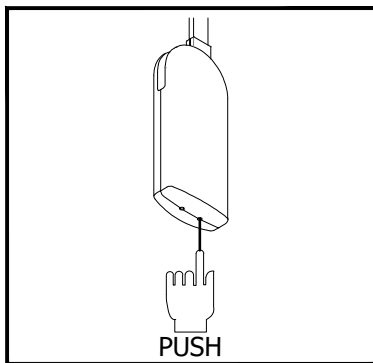

Fig. 22
- 1 - Pulsar la tecla de programación (Fig. 22) durante 5 segundos, al soltar se escuchará un doble "BIP"
Si se desean eliminar todos los mandos a distancia, se debe mantener pulsada la tecla de programación (Fig.22) durante 10 segundos. Al soltar el botón, tres “BIP” consecutivos indican que todos los mandos a distancia sincronizados han sido eliminados. De hecho, es posible resintonizar el/los mando/s a distancia deseado/s.